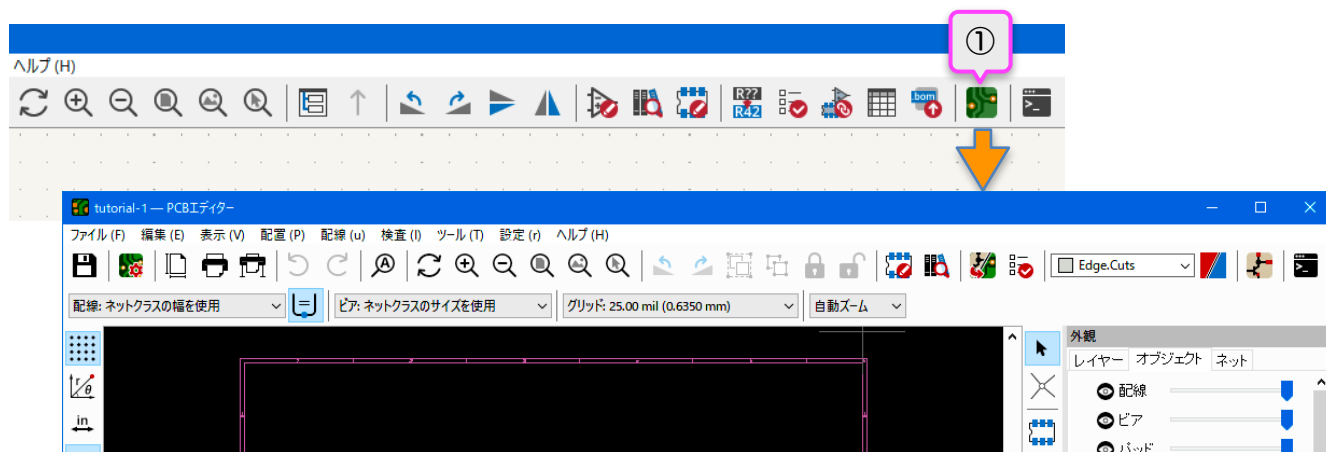

図7-1
① Eeschemaのツールバー  「PCBエディタに切替」をクリックします。図7-1